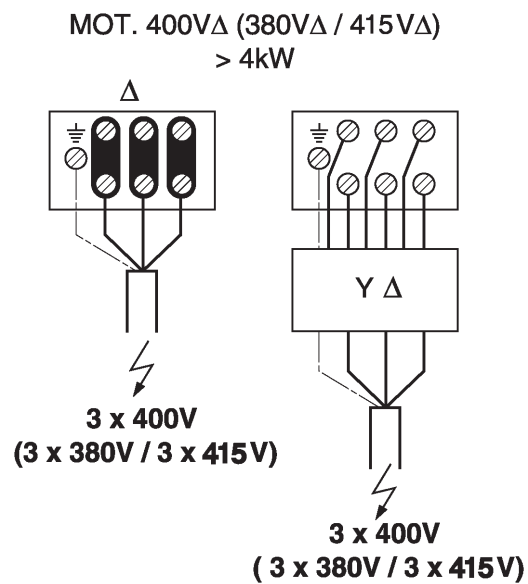

Fig. 4
- Conexiunile la rețeaua principală trebuie să fie executate în conformitate cu schema de conexiuni terminale pentru curent trifazat sau alternativ în cutia de terminale a pompei (Fig.4).